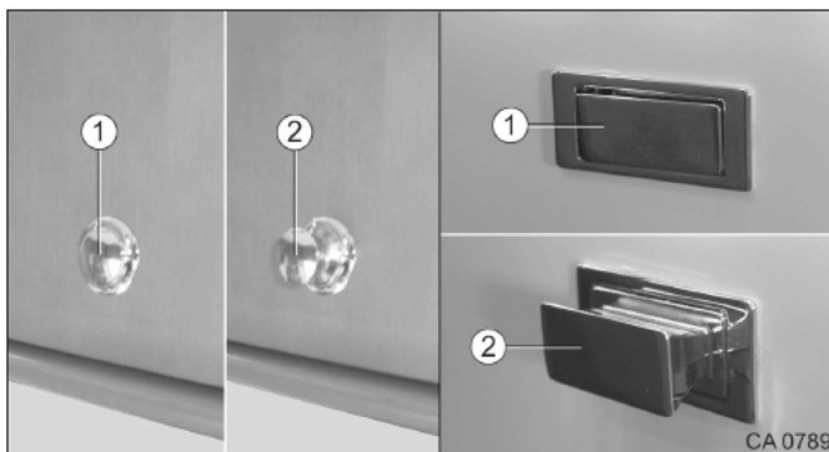

Fig. 95 Fermeture push-lock fermée/ouverte
1. Pousser sur la fermeture push-lock pour l'ouvrir (Fig. 95/2) ou la fermer (Fig. 95/1).